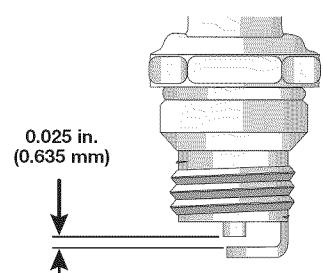

Fig. 34
- Cambie las bujías que estén rajadas, sucias o deterioradas. Fije la separación de aire a 0.635 mm (0.025 pulgadas) utilizando un calibrador (Fig. 34).